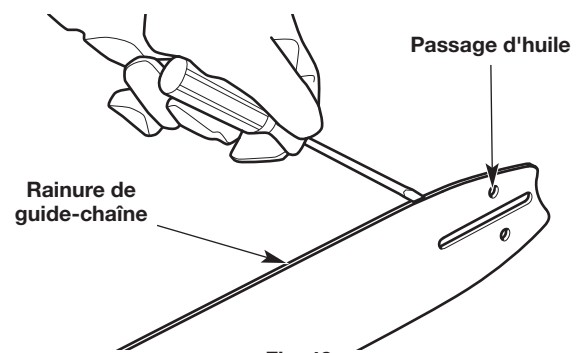
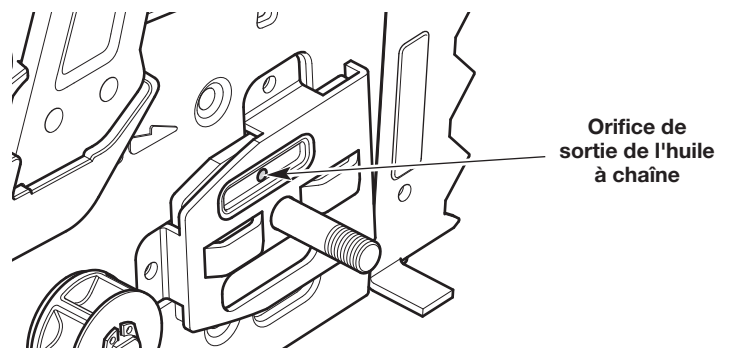

Fig. 48
Fig. 49
2. Nettoyez la rainure de la tige de guidage et les passages d'huile chaque fois que la chaîne est enlevée, lorsque l'appareil a été largement utilisé ou lorsque la chaîne semble sale. Utilisez un tournevis, un couteau à mastic, une brosse d'acier ou un instrument similaire pour enlever les débris de la rainure de la tige de guidage (Fig. 48). Utilisez un petit fil souple pour enlever les débris du trou d'évacuation d'huile de la chaîne (Fig. 49).